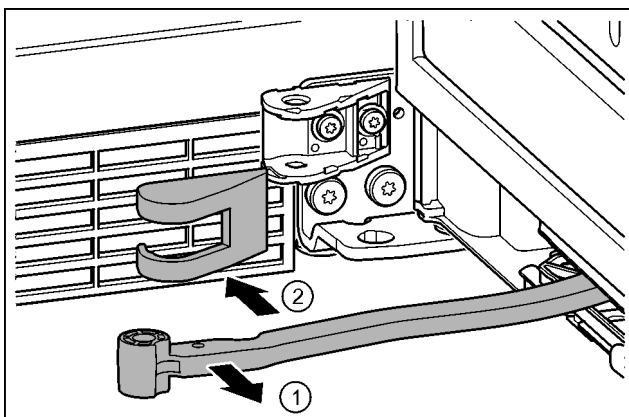

Fig. 16
► Gelenk in Richtung Tür drehen. Fig. 16 (1)
► Lagerbockabdeckung entfernen. Fig. 16 (2)